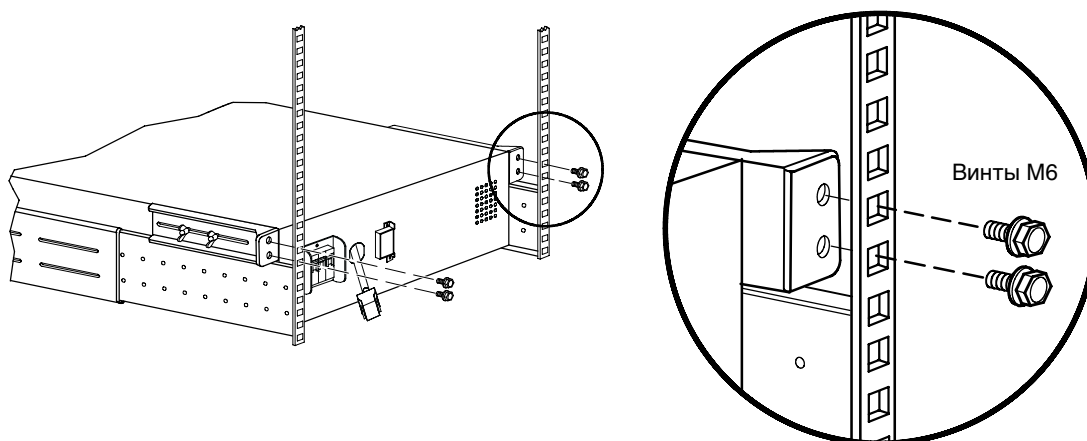

Рисунок 10. Крепление дополнительных сейсмоустойчивых кронштейнов EBM
- 16.** При установке дополнительных сейсмоустойчивых кронштейнов закрепите кронштейны дополнительного батарейного модуля на стойке с помощью четырех крепежных M6, как показано на рис. 10.